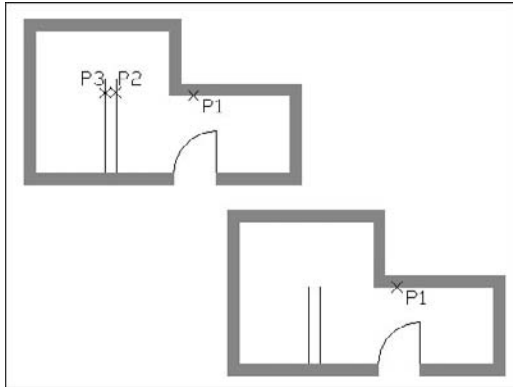

Fig.6.10
- 1 Exécuter la commande d'ajustement à l'aide d'une des méthodes suivantes (fig.6.10) :